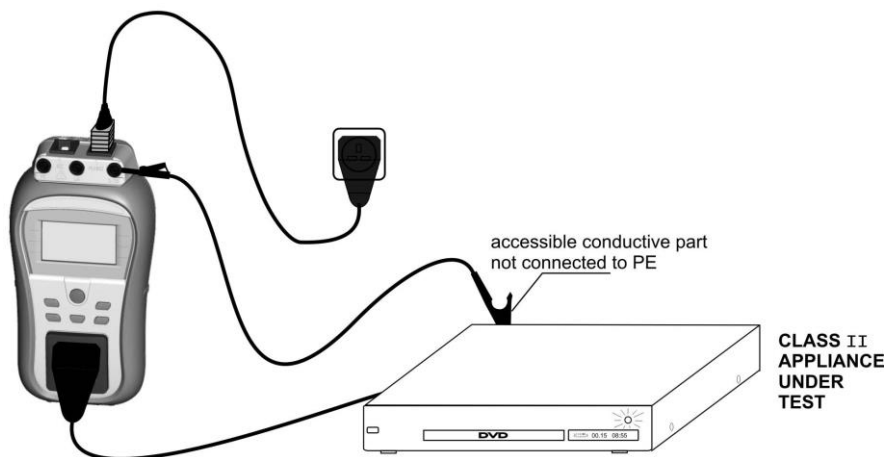
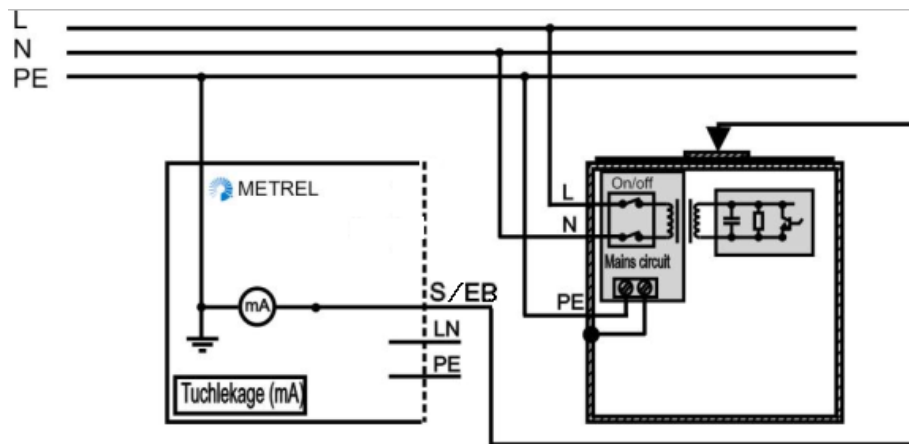

Abbildung 5.31: Messen des Berührungsableitstroms
Abbildung 5.32: Messen des Berührungsableitstroms an einem fest installierten Prüfling
- ▶ Schließen Sie den Prüfling am Gerät an (siehe **Abbildung 5.31** und **Abbildung 5.32**).